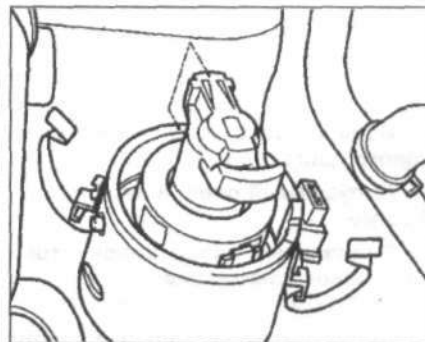

Рис. 5.10. Проверьте совмещение меток на роторе и корпусе распределителя.
31. Проверьте совмещение меток на роторе и корпусе распределителя (рис. 5.10). Если они не совмещены, прокрутите распределитель так, чтобы метки совместились. Если необходимо, переустановите распределитель.